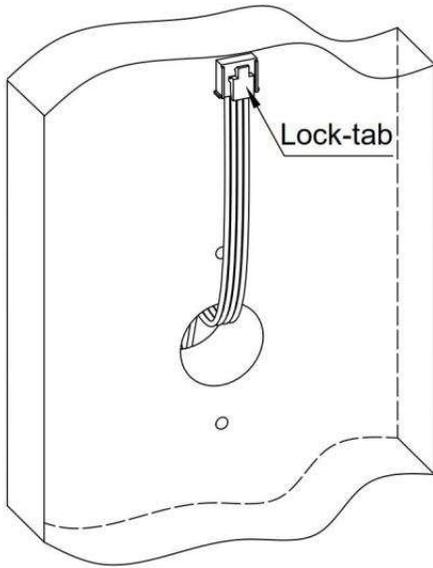

Abb. 6
2. Ziehen Sie vorsichtig am Verbindungskabel, um sicherzustellen, dass sich kein überschüssiges Kabel im Kabeldurchbruch befindet, und platzieren Sie das Kabel wie gezeigt. (Abb. 6)